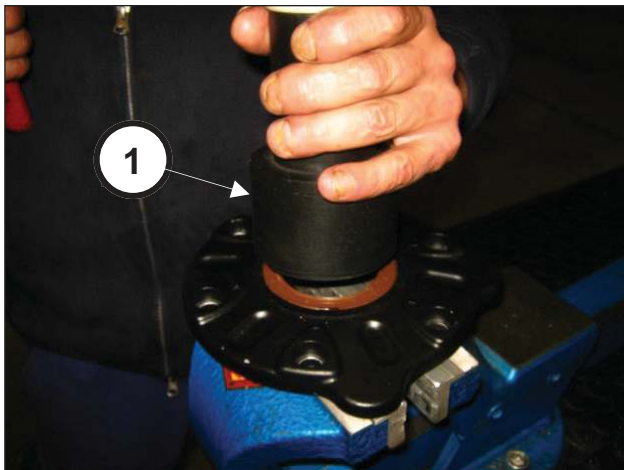

Abb. 77
Setzen Sie den Ölabbstreifring in den Ritzeldeckel ein. Verwenden Sie hierfür das Werkzeug Art. 27548200 (Pos. ①, Abb. 77).